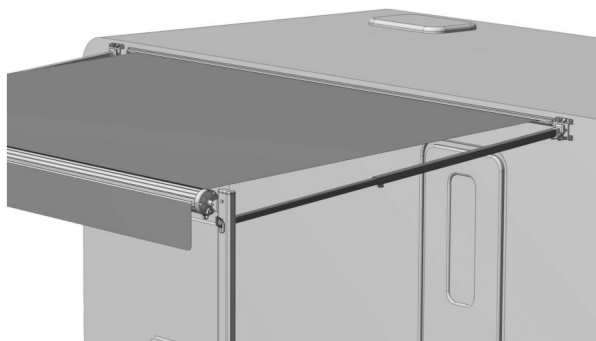

Figura D11
b. Afloje la perilla de bloqueo negra para extender el toldo al máximo y luego apriétela. c. Presione hacia abajo el pestillo del brazo y ajuste la varilla de soporte a la altura adecuada. El toldo se ha abierto. (Figura D11) Y puedes introducir el clavo de tierra en los soportes inferiores para que el toldo sea más estable.